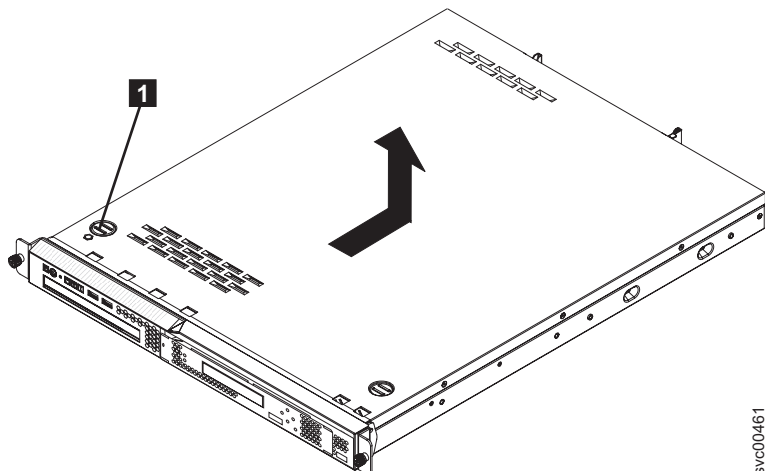

図 65. SAN ボリューム・コントローラー 2145-8A4 カバーの取り外し
2. 図 65 に示すように、カバー解放ボタン **1** を押します。